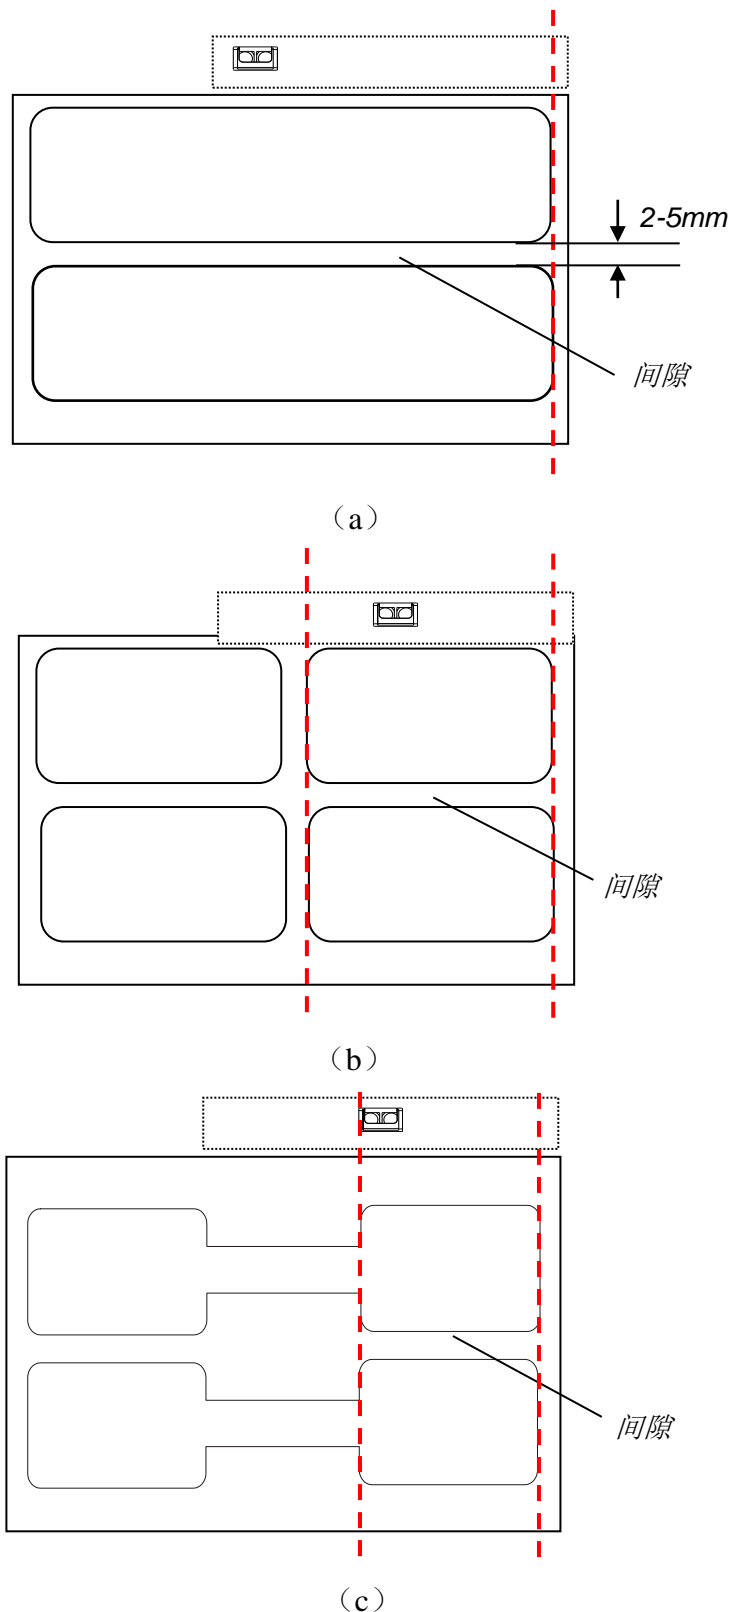

图 2-15
- 选择反射式纸张探测方式时，需根据不同类型标签纸确定纸张探测器的位置，请参考图 2-15 (a) (b) (c)，将纸张探测器移动到红色虚线范围内的任意位置即可。